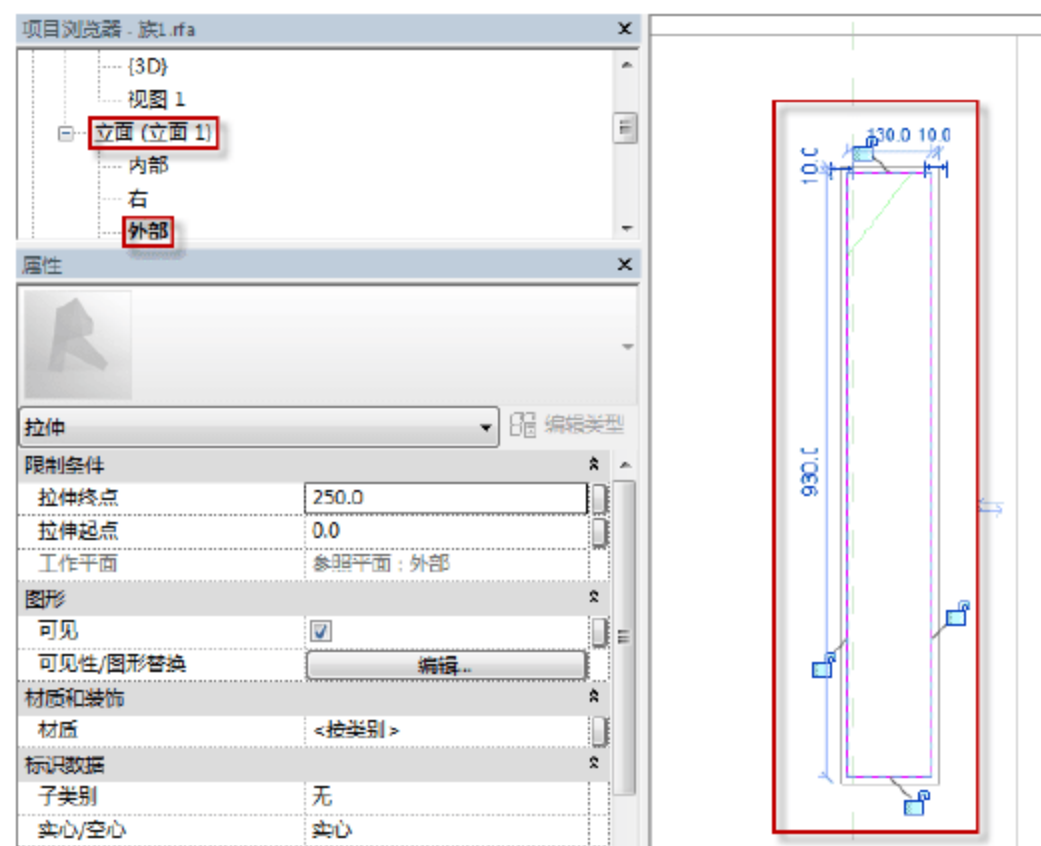

图 6.1.102 子母门中部窗户玻璃
(22) 绘制子母门中部窗户玻璃。选择“项目浏览器”中的“立面(立面1)”→“左”选项，可以进入子母门 M1221 的外部立面视图，选择“创建”→“拉伸”命令，进入“修改|编辑拉伸”界面，用菜单中的绘制工具绘制子母门中部窗户玻璃，绘制完成后，单击√按钮，完成绘制，如图 6.1.102 所示。